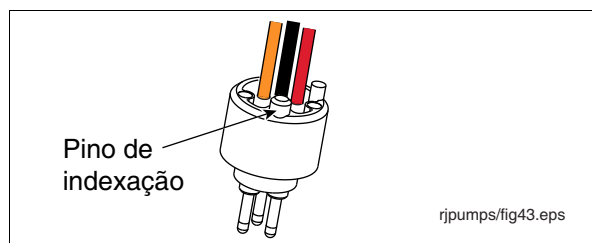

Figura 37. Pino de orientação do conector macho
10. Observe o pequeno pino de orientação na parte de trás do conector macho (ver Figura 37).